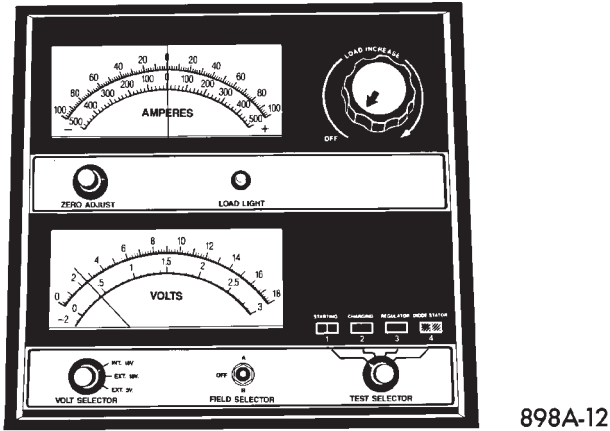

Fig. 9 Voltímetro con una precisión de 1/10 de voltio (conectado)
(1) Mida el voltaje en los bornes de la batería empleando un voltímetro con una precisión de 1/10 de voltio (Fig. 9). Si el voltaje es inferior a 10 voltios, la corriente de carga será baja y llevará cierto tiempo para que acepte una corriente superior a unos pocos miliamperios. Es probable que esa corriente baja no se detecte en los amperímetros incorporados a muchos cargadores.
(2) Conecte los cables del cargador. Algunos cargadores cuentan con circuitos de protección de polaridad que impiden realizar la operación si el cargador no está correctamente conectado a los bornes. Es posible que una batería completamente descargada